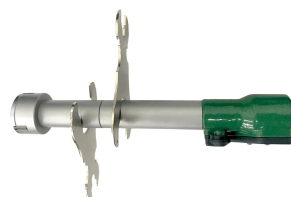

fig.4
7. Instale la varilla de extensión para medir agujeros profundos. Utilice una llave inglesa para separar el cabezal de medición del vástago principal, instale la varilla de extensión entre el cabezal de medición y el vástago principal, y utilice una llave inglesa para apretarla (fig. 4).